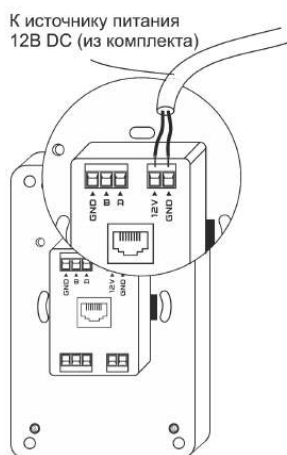
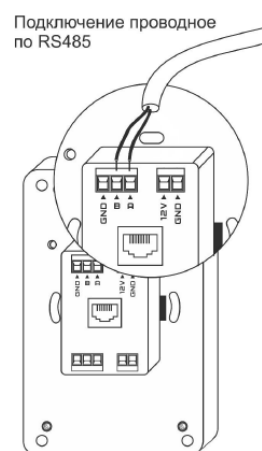

Рис.13
Рис.14
Подключить питание панели, соблюдая полярность +12В и GND от комплектного блока питания на соответствующие клеммы панели (см. рис. 13).
Управление происходит по интерфейсу RS485, протокол Modbus RTU. Необходимо подключить контроллер автоматики к панели кабелем типа «витая пара» на клеммы A, B, GND. Отдельно подать питание +12В и GND с блока питания (из комплекта или другого стабилизированного источника питания 12В с током не менее 1А) на клеммы подключения питания (см. рис. 14).
4. Подключить панель управления согласно выбранному типу подключения и схеме подключения (см. рис. 13 или рис. 14).
4. Подключить панель управления согласно выбранному типу и схемы подключения (см. рис.13 или рис.14).
5. Подключить панель управления согласно выбранному типу и схемы подключения (см. рис.13 или рис.14).